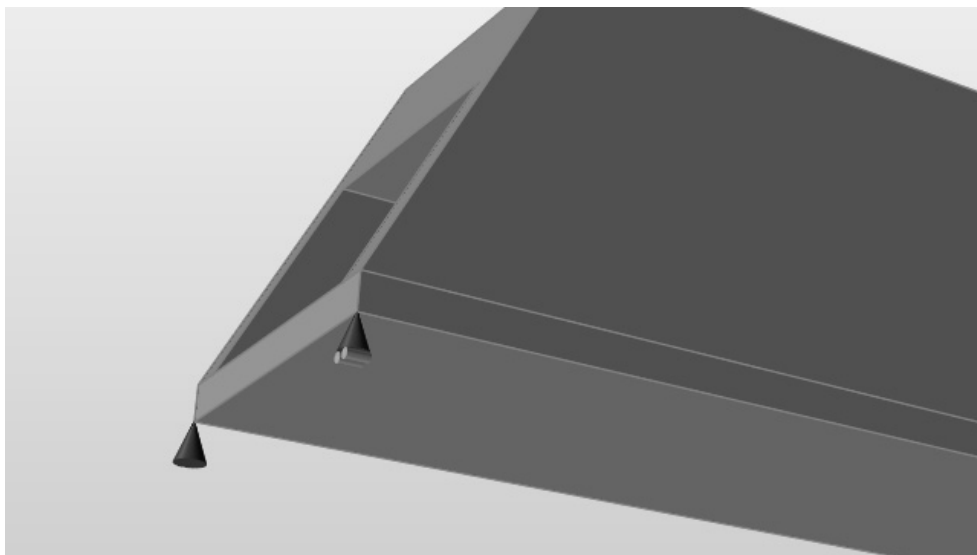

图 4-35
7) 用鼠标右键单击退出，用鼠标左键单击取消选择。此时约束圆锥下方会出现两个绿色轮子，表明此约束在一个方向上可自由移动，如图 4-35 所示。